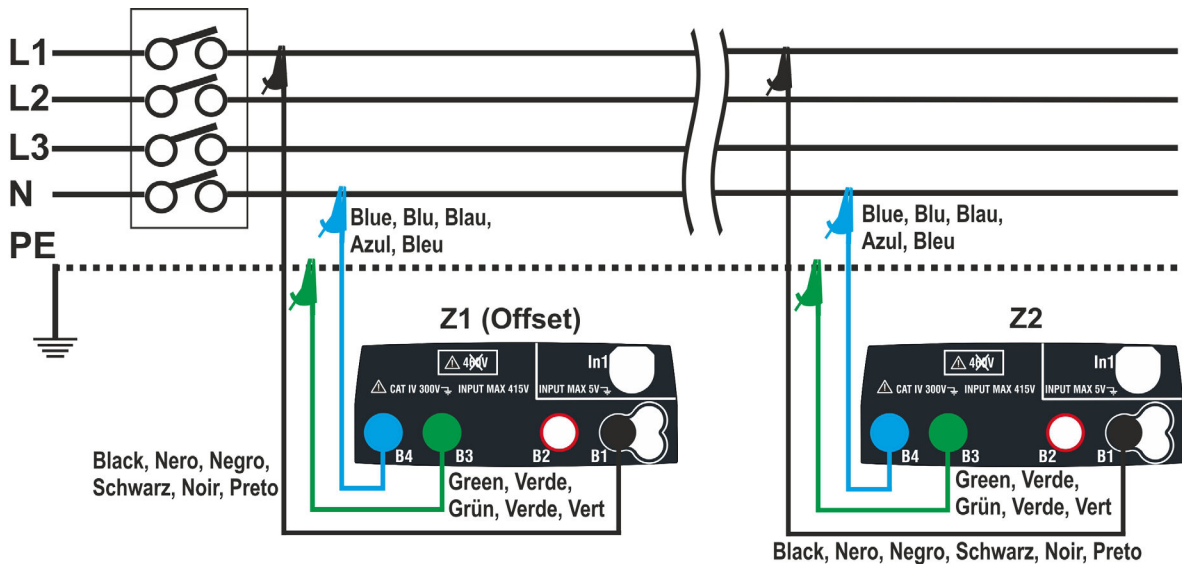

Fig. 34: Collegamento strumento per misura caduta di tensione in modo L-N
6. Passare al punto 9 nel caso in cui sia stato inserito manualmente il valore della  $Z_1$  (Offset). **Nel caso in cui NON sia stato inserito manualmente il valore della  $Z_1$  (Offset)** collegare lo strumento nel punto iniziale della linea in esame (tipicamente a valle della protezione) in accordo alle Fig. 34 o Fig. 35 al fine di eseguire la prima misura di impedenza  **$Z_1$  (Offset)**. In tal caso lo strumento eseguirà la misura di impedenza presente a monte del punto iniziale della linea assumendola come riferimento iniziale. La seguente videata (relativa alla misura L-L) è mostrata a display
9. Collegare lo strumento nel punto finale della linea in esame in accordo alle Fig. 34 o Fig. 35 in modo da eseguire la misura di impedenza a fine linea  **$Z_2$** . La videata a fianco è mostrata a display. Notare la presenza a display del valore  $Z_1$  (Offset) precedentemente misurato